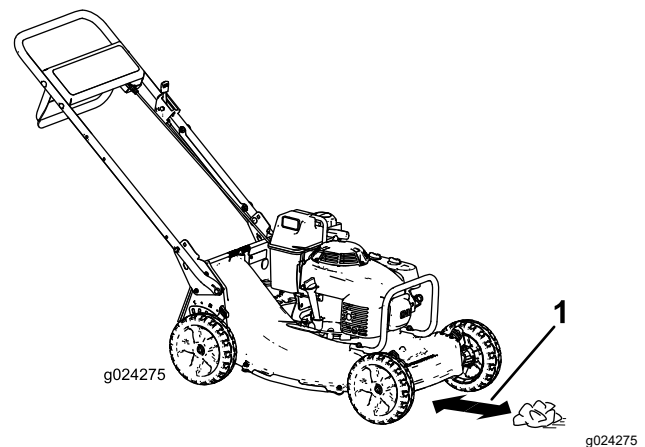

Figura 20
4. Coloque la bola de papel de periódico a unos 13 cm (5") por delante de la máquina (Figura 20).